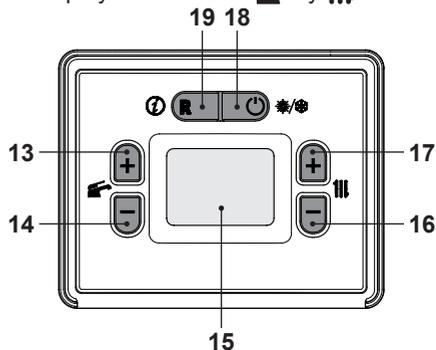

Figura 6.6
- Pulse el botón 18 (Figura 6.6) hasta que aparezcan en el display LCD las letras **OFF** (Figura 6.5).